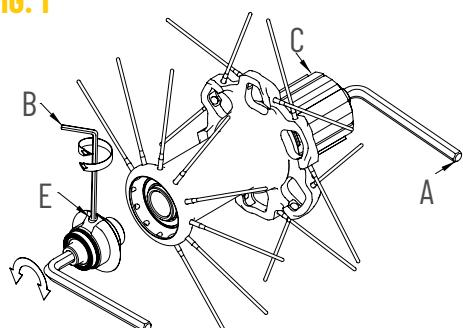

FIG. 2 A
- Inserite due chiavi a brugola da 5mm (A) dentro agli scontri alle estremità dei mozzi (Fig.2) e ruotatele in **senso antiorario**.
- Sfilate il perno del mozzo posteriore; il corpo ruota libera (C) potete sfilarlo dal perno per poter effettuare la manutenzione (Fig. 2). Puite attentamente i cricchetti e reingrassate con un grasso a bassa densità la cremaagliera.
- Terminata la manutenzione, infilate il corpo ruota libera con il relativo distanziale (Z) nel perno (Fig. 2).